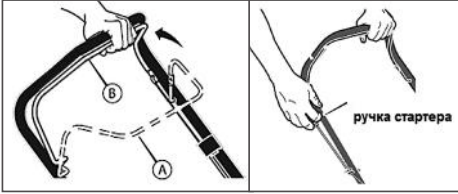

Рис. 10 Запуск двигателя ручным стартером
- Правой рукой, медленно вытягивая шнур стартера за ручку (Рис. 10), проверните коленчатый вал двигателя, пока не почувствуете сопротивление, затем медленно опустите ручку стартера вниз. Снова медленно потяните за ручку стартера, пока не почувствуете, что стартер вошел в зацепление с маховиком, после чего, резко и с усилием потяните за ручку стартера и запустите двигатель. При необходи-